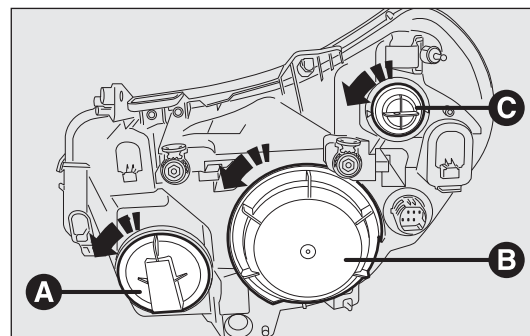

fig. 175
Per sostituire la lampada delle luci abbaglianti occorre rimuovere il tappo A-fig. 175.
Per sostituire la lampada delle luci anabbaglianti/posizione occorre rimuovere il tappo B-fig. 175.
Per sostituire la lampada degli indicatori di direzione occorre rimuovere il portalamпада C-fig. 175.
- rimuovere il coperchio di protezione B-fig. 175 ruotando in senso antiorario;
- rimontare il coperchio di protezione B-fig. 175 ruotando in senso orario assicurandosi del corretto bloccaggio.
- ❑ rimuovere il coperchio di protezione A-fig. 175 ruotandolo in senso antiorario;
- ❑ rimontare il coperchio di protezione A-fig. 175 ruotandolo in senso orario assicurandosi del corretto bloccaggio.
- rimuovere il coperchio di protezione B-fig. 175 ruotandolo in senso antiorario;